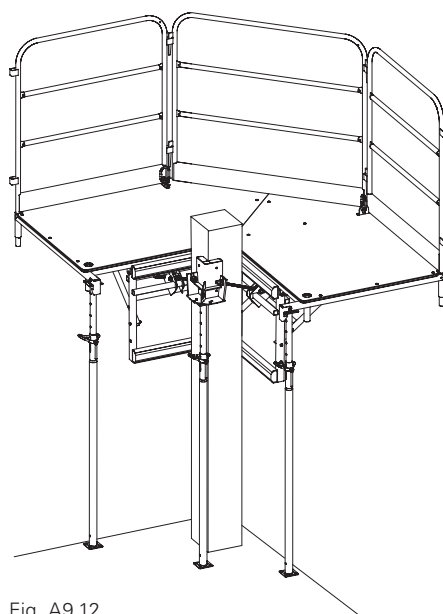

Fig. A9.12
7. Sganciare l'attrezzatura di sollevamento della gru dalla cassaforma per solai. (Fig. A9.12)